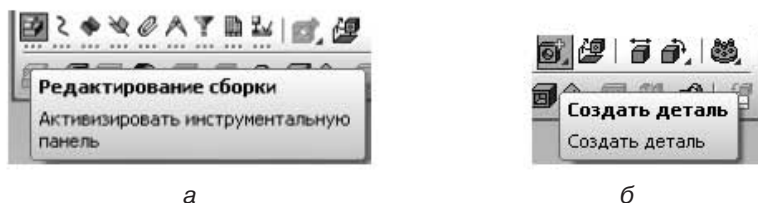

Рис. 3.60. Команды для создания детали
2. Нажмите на панели **Редактирование сборки** (рис. 3.60, а) на кнопку **Создать деталь** (рис. 3.60, б).